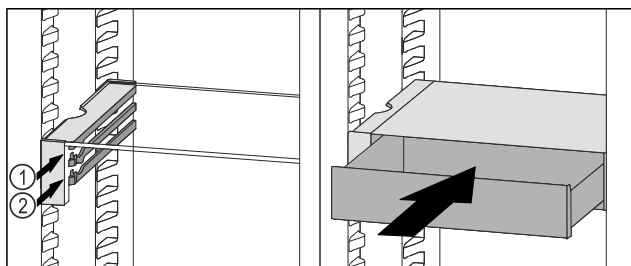

Fig. 86
- ▶ Установите выдвижной ящик VarioSafe за стопоры на требуемый выступ Fig. 86 (1) или Fig. 86 (2).